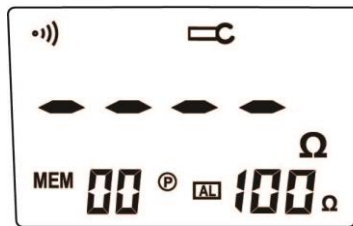
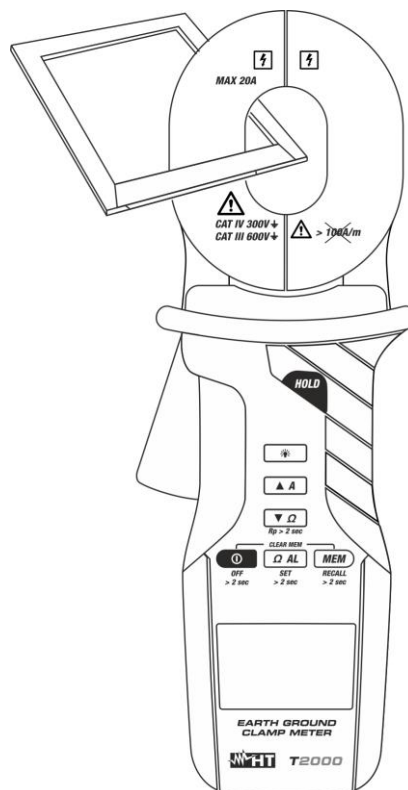

Fig. 7
Fig. 8: Misura di Resistenza dell'anello di prova
3. Aprire delicatamente il toroide (a display verrà mostrata la videata di Fig. 7) e inserire uno degli anelli di prova in dotazione (vedere la Fig. 8).
3. Aprire delicatamente il toroide (a display verrà mostrata la videata di Fig. 7) e inserire il dispersore in misura e leggere il risultato a display.